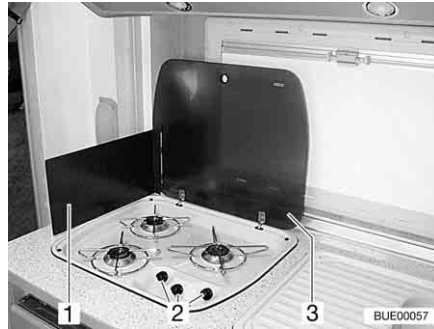

Fig. 179 Cocina de gas
- Abrir la tapa (Fig. 179,3) de la cocina de gas.
- Según el modelo, desplegar o colocar el protector de llama (Fig. 179,1).
- Girar el regulador giratorio (Fig. 179,2) correspondiente al quemador deseado a la posición de encendido (llama alta).